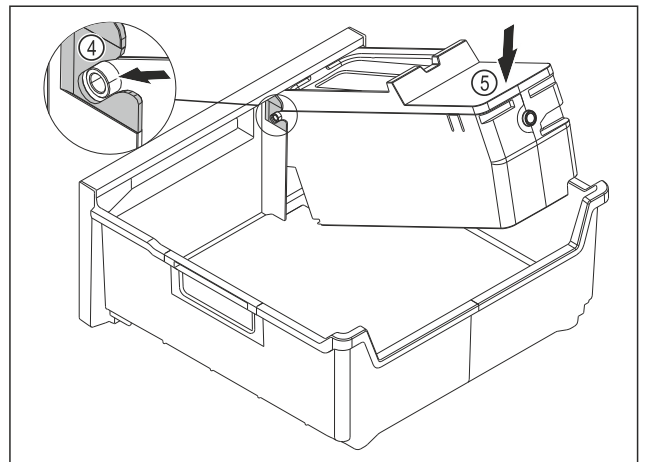

Fig. 108
- ▶ EasyTwist-Ice-Korpus montieren: Achsen des EasyTwist-Ice-Korpus in die Führungen Fig. 108 (4) einschieben.
- ▶ EasyTwist-Ice-Korpus Fig. 108 (5) hinten nach unten drücken.